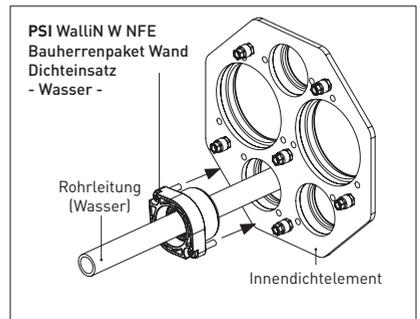

Abbildung 14.3: Montage **PSI WalliN W NFE Bauherrenpaket Wand Dichteinsatz - Wasser** - innenseitig
- Schieben Sie den **PSI WalliN W NFE Bauherrenpaket Wand Dichteinsatz - Wasser** - mit der Gummidichtung voraus über die Rohrleitung bis in das Innendichteelement des **PSI WalliN W NFE Bauherrenpakets Wand**. Beachten Sie, dass die Schraublöcher am Dichteinsatz und die Kernlöcher im Innendichteelement übereinander liegen (s. Abbildung 14.3).